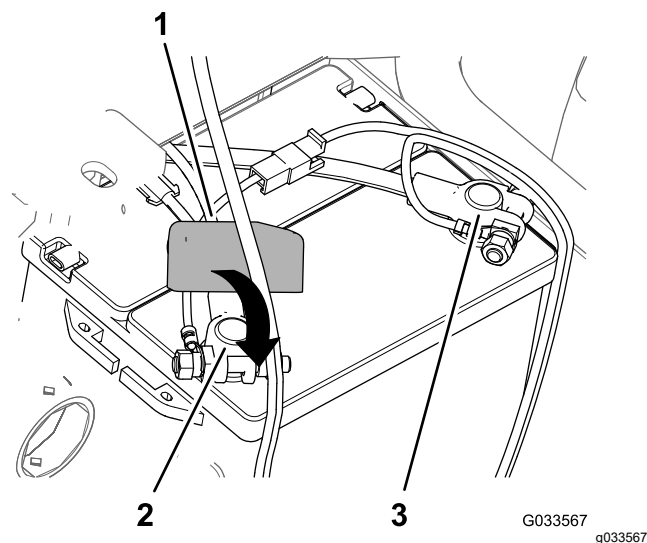

Figura 32
8. Asamblai cablul pozitiv al bateriei la suportul **pozitiv** al bateriei i strângei manual piulița de strângere (Figura 32).